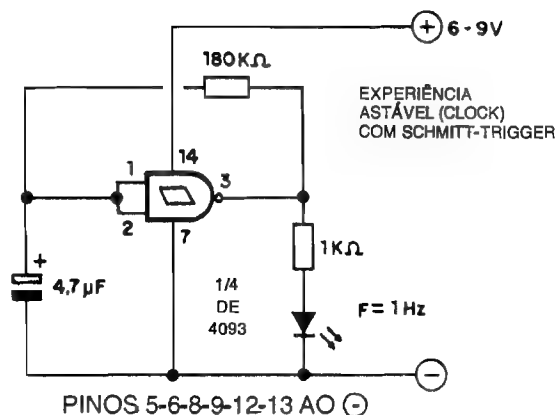
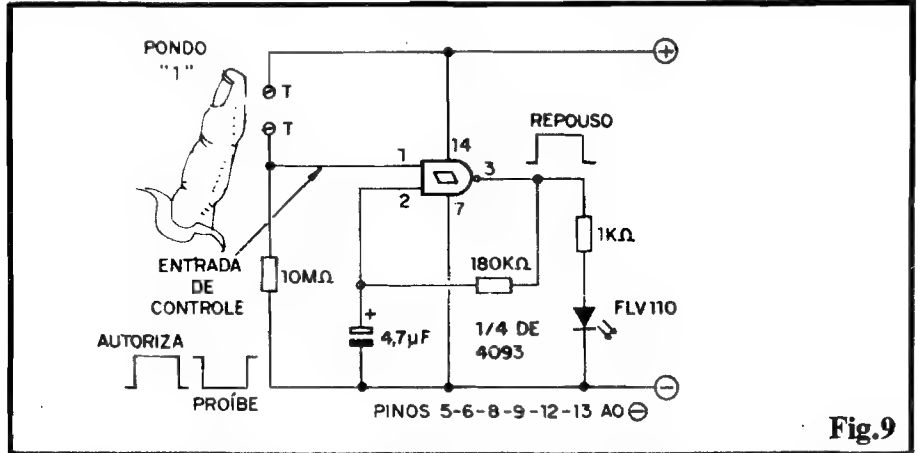

Fig.8
Fig.9
- **FIG. 8 - (EXPERIÊNCIA) - ASTÁVEL PRÁTICO, COM UM GATE NAND SCHMITT TRIGGER** - Assim temos um módulo prático, para realização em Proto-Board, de um ASTÁVEL com gate S.T., usando 1/4 de 4093 (um gate NAND de 2 Entradas...). Para monitorar a Saída, usamos o "velho" LED, em série com um resistor de 1K... No caso, o dito resistor tem duas funções distintas e importantes: limitar a Corrente sobre o LED e sobre a própria Saída do gate, e evitar que a dita Saída seja demasiadamente "carregada", o que poderia bloquear a oscilação... Com os valores sugeridos para R e C, respectivamente 180K e 4u7, a Frequência final será de aproximadamente 1 Hz, com o LED nitidamente mostrando um lampejo por segundo, ritmo bastante fácil de acompanhar visualmente... Não esquecer, na Experiência, de manter "aterçadas" todas as Entradas dos gates não utilizados do Integrado (pinos 5-6-8-9-12-13...). Diferentes ritmos de "piscagem" poderão ser experimentados, simplesmente alterando-se o valor de C e/ou de R... Não esquecer, porém, que Frequências muito "elevadas" (no caso, maiores do que 10 Hz) não permitirão o acompanhamento puramente visual, já que o olho humano, devido à sua natural persistên-
- **FIG. 9 - (EXPERIÊNCIA) - UM ASTÁVEL CONTROLADO POR TOQUE (COM "ENTRADA DE AUTORIZAÇÃO"...) -** Estruturas mais e mais sofisticadas, em desempenho e em facilidades operacionais, podem ser implementadas com os gates S.T.... No diagrama/exemplo (que também pode facilmente ser reproduzido sobre um Proto-Board...), temos duas interessantes "melhorias" sobre o esquema básico do ASTÁVEL, mostrado na figura anterior... A anexação de uma ENTRADA DE AUTORIZAÇÃO e a possibilidade de COMANDO POR TOQUE (basta "encostar o dedo"...). Para entender, primeiramente, o "negócio" da ENTRADA DE AUTORIZAÇÃO, basta recordar a Tabela Verdade dos gates NAND (já vista, em "Aula" anterior...), onde constatamos que, estando (num gate de 2 entradas, como é o caso...) uma ou ambas as Entradas, em "0", a Saída apenas pode mostrar "1"... Analisemos, então, o diagrama da fig. 9 (muito parecido com o da fig. 8, já descrito...). Notem que no caso anterior, as duas Entradas estavam "juntadas", configurando um simples inversor, porém agora, apenas uma das duas Entradas do gate encontra-se ligada aos demais componentes do ASTÁVEL... Já o pino 1 ("outra" Entrada...), está normalmente em "0", via resistor de 10M. Com isso (uma das Entradas - pino 1, no caso - em "0"), a Saída (pino 3) mostrará estado fixo
"1", considerando-se tal situação como de "repouso" ou "inibição"... Contudo, assim que colocarmos o dito pino 1 (a chamada ENTRADA DE AUTORIZAÇÃO...) em "1", ainda de acordo com a Tabela Verdade do gate, o estado da Saída passará a ser - sempre - o inverso daquele imposto à outra Entrada (pino 2). Nessa condição, o ASTÁVEL pode funcionar, gerando na sua Saída o mesmo trem de pulsos (cerca de 1 Hz...) oferecido pelo circuito da fig. 8...! Podemos, agora, do controle POR TOQUE (ao "encostar de um dedo"...): lembrar que a elevadíssima impedância de Entrada dos blocos C.MOS permite a polarização das ditas cujas mesmo sob a ínfima Corrente que consegue atravessar a relativamente alta Resistência da pele do dedo de uma pessoa... No caso do circuito/exemplo, a aplicação do dedo sobre os contatos T-T, colocará no local um valor ôhmico seguramente menor do que os 10M que polarizam "em repouso" o pino 1 (tipicamente entre 100K e 1M...), com o que o dito pino é imediatamente levado a nível "alto", autorizando o ASTÁVEL... Enfim, na Experiência, com os contatos T-T "livres" (dedo fora...) o LED indicador permanece aceso, firmemente, sem "piscar"... Já com um dedo aplicado sobre os ditos contatos, o LED passa a emitir seus lampejos a intervalos regulares (aproximadamente 1 por segundo, com os valores sugeridos para R e C...!)